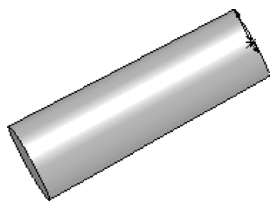
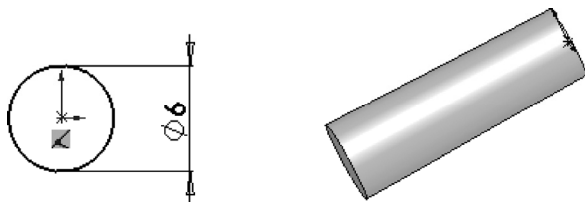

图 7-10 锥销
图 7-11 锥销绘制流程图
本例创建的锥销如图 7-10 所示。
锥销的立体图如图 7-10 所示，可以理解为带有一定锥度的圆柱体。在利用“拉伸”工具创建锥销时，应采用“拔模”拉伸方式，绘制流程图如图 7-11 所示。
**05** 保存文件。单击“确定”按钮，完成锥销实体的创建，如图 7-10 所示；单击“快速访问”工具栏中的“保存”按钮，将文件保存为“锥销.sldprt”。